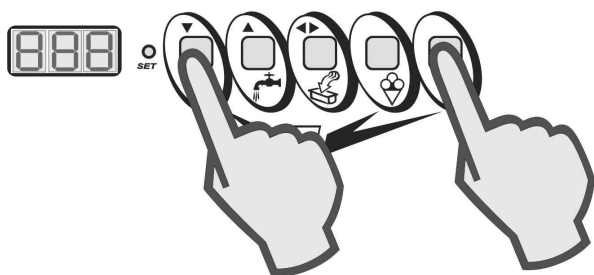

Fig.4
- Con ciclo in atto, premere nuovamente i tasti STOP e SEMI-AUTOMATICO (Fig. 4).